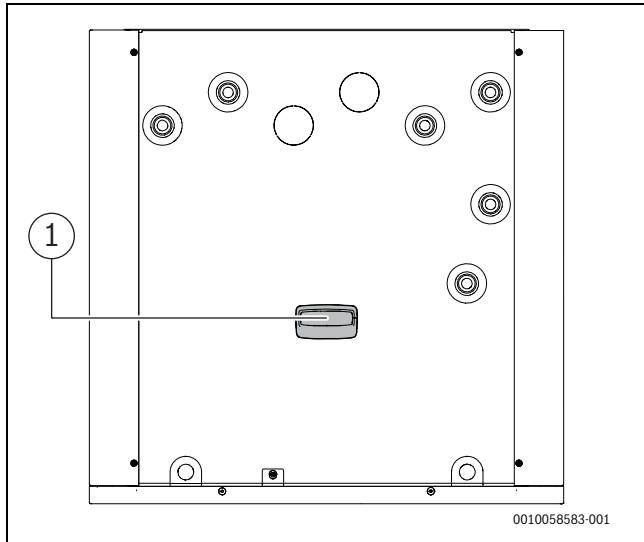

Fig. 16 Placement Module radio
- ▶ Placer le module dans le support (→ [1], figure 16). Une LED clignote s'il est correctement inséré.